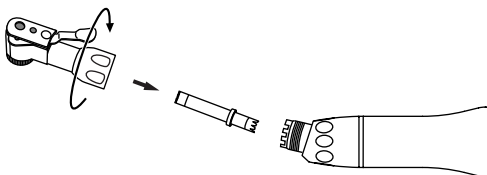

Рис.5
- 2) Извлеките вал из головки. (Рис. 5)